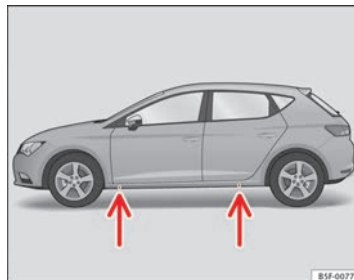

Fig. 169 Travesaño: marcas
- Busque en el larguero el punto de apoyo (zona hundida) más cercano a la rueda a cambiar ⇒ fig. 169. Tras la marca se encuentra, en el larguero, el punto de apoyo para el gato*.